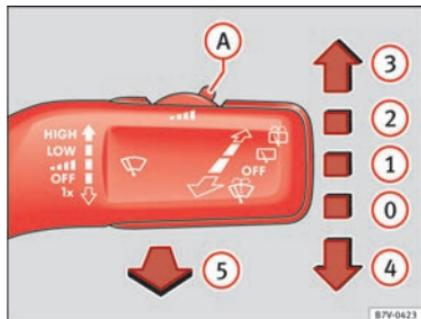

Abb. 66 Frontscheibenwischer bedienen.
| ① | | Intervallwischen für die Frontscheibe. Mit Schalter ⇒ Abb. 66 ① Intervallstufen (Fahrzeuge ohne Regensensor) oder Empfindlichkeit des Regensensors einstellen. |
- Scheibenwischerhebel kurz nach unten drücken ⇒ Abb. 66 ④.